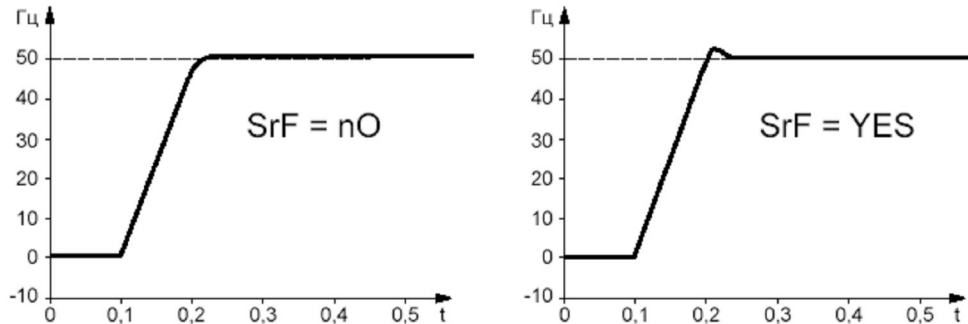

Рис. 6.5. Влияние параметра SrF на вид переходного процесса по частоте
- SrF (меню drC-) – исключение фильтра в канале обратной связи по скорости (nO – фильтр активизирован и исключает перерегулирование по скорости, YES – фильтр отключен, переходный процесс ускоряется, возможно возникновение перерегулирования, рис. 6.5).